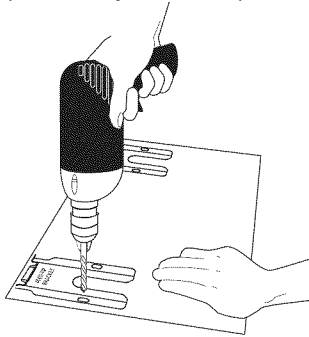

Fig 21
3. **Taladre agujeros pilotos e instale el soporte -** Taladre un agujero piloto de 1/8" donde se van a instalar los tornillos (Fig. 21). Si el soporte va a ser instalado en la pared, taladre un agujero piloto en un ángulo descendente de aproximadamente 20°. Si el soporte va a ser instalado en pisos de mampostería o de cerámica, taladre un agujero piloto de 3/16" y 1-3/4" de profundidad. Los tornillos provistos pueden ser usados en materiales de madera o concreto. Use una llave de tuerca de 5/16" o un destornillador de punta plana para asegurar el soporte en su lugar.